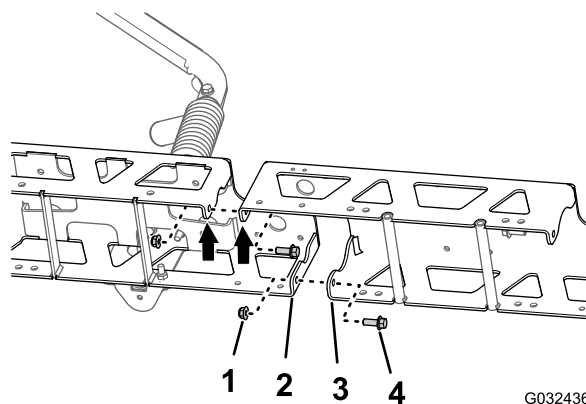

Рисунок 117
1. Совместите отверстия в вертикальных фланцах ферменной рамы средней секции, расположенной посередине, с отверстиями в ферменной раме наружной средней секции (Рисунок 117).
2. Установите, не затягивая, удлинитель средней секции стрелы на ферменную раму (Рисунок 117) с помощью 2 болтов с
3. Совместите отверстия в вертикальных фланцах ферменной рамы средней секции, расположенной посередине, с отверстиями в другой ферменной раме наружной средней секции (Рисунок 117).
4. Установите, не затягивая, удлинитель средней секции стрелы на другую ферменную раму (Рисунок 117) с помощью 2 болтов с фланцевыми головками ($\frac{3}{8}$ x 1 дюйм) и 2 фланцевых контргайк ($\frac{3}{8}$ дюйма).